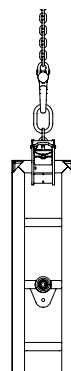

Fig. 4b
- En cas de largeur d'élément de 30 cm, placer 1 crochet de levage au milieu. (Fig. 4b)